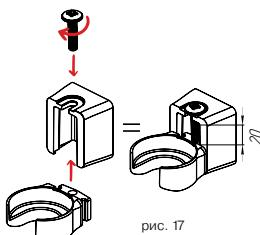

рис. 17
- 4 Соберите вилку верхнего кронштейна с корпусом рис. 17. При установке радиатора на 3 и более верхних кронштейнов необходимо убедиться в их одинаковом горизонтальном положении для равномерного распределения нагрузки. Вилка верхнего кронштейна имеет диапазон регулировки по вертикали до 20 мм.